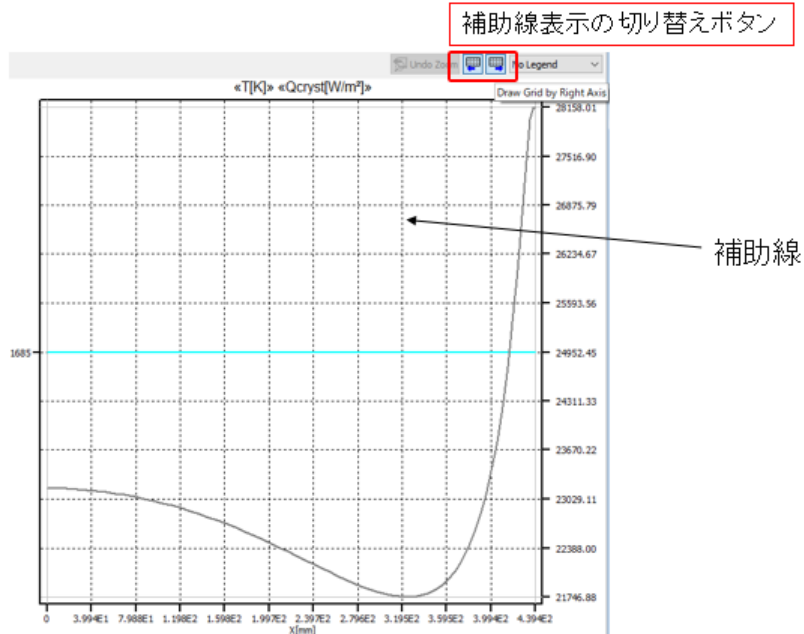

図 25 . Bounds、各 Probe におけるグラフの補助線表示
- Bounds、各 Probe におけるグラフの補助線機能の改良 (図 25)